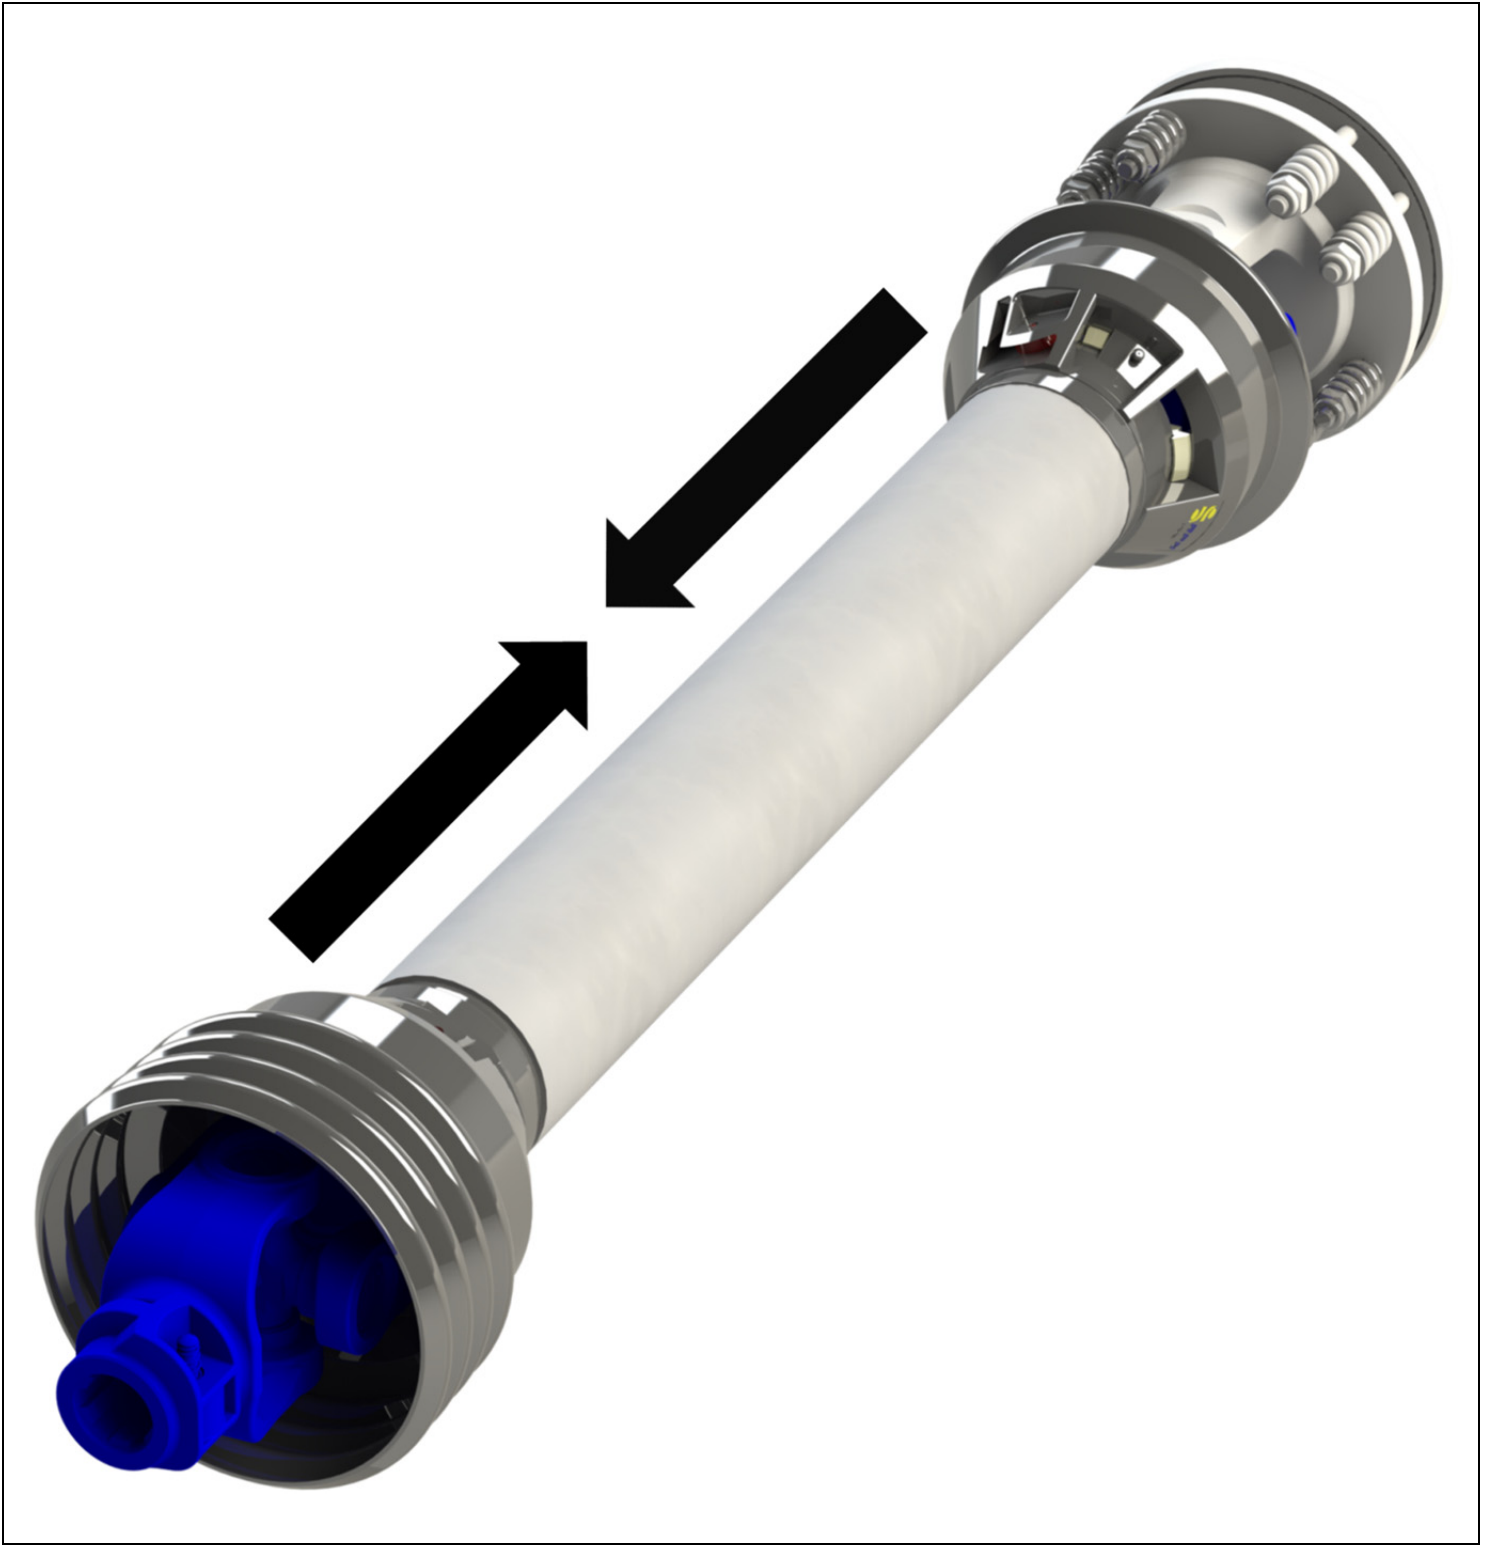

Figure 29. Étape de Montage 6
- Après avoir enclenché les clips de roulement, assembler les deux extrémités de l'axe de transmission. Pour voir un axe de transmission assemblé, reportez-vous à la *Figure 29*, ci-dessous.